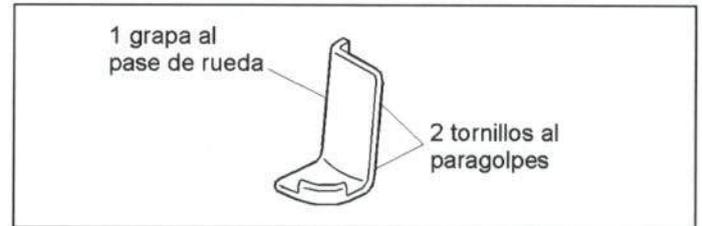

Figura 45.- Unión del guardabarros trasero
En la figura 45 se muestra la unión del guardabarros trasero con el resto de la carrocería.
- Guardabarros trasero (ver figura 45).